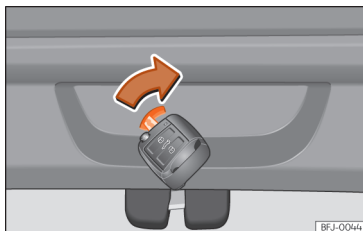

Abb. 88 Ausschnitt Gepäckraum: Notentriegelung.
- Führen Sie den Schlüsselbart in den Schlitz ein und drücken Sie den Hebel in Pfeilrichtung, bis sich das Schloss öffnet » **Abb. 88**.